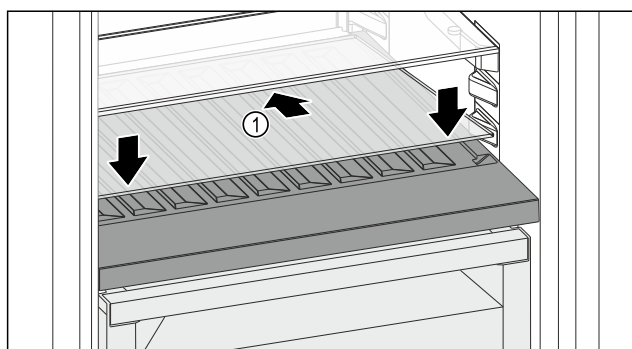

Fig. 112
- ▶ Skleněnou desku Fig. 112 (1) zasuňte šikmo a skloněnou dozadu dolů.
- ▶ Skleněnou desku Fig. 112 (1) vpředu spusťte dolů.